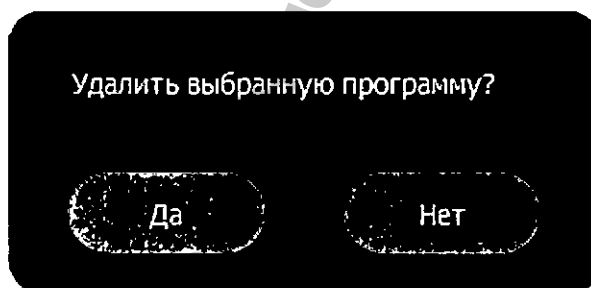

Рисунок 3.25. Окно подтверждения удаления программы
2. Выберите пункт **Удалить программу** в меню действий для списка программ (см. рисунок 3.8). На экране будет отображено окно подтверждения (рисунок 3.25).